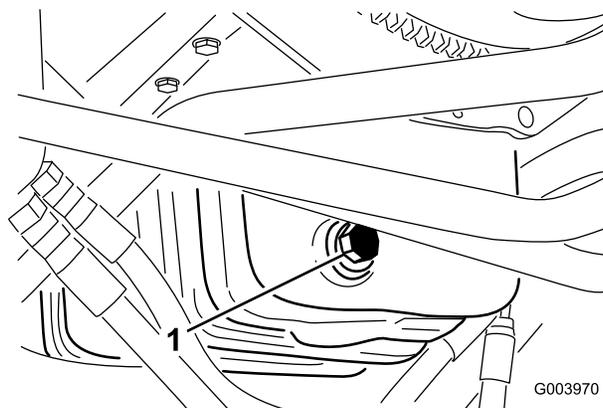

Figure 63
1. Retirez le bouchon de vidange (Figure 63) et laissez couler l'huile dans un bac de vidange.